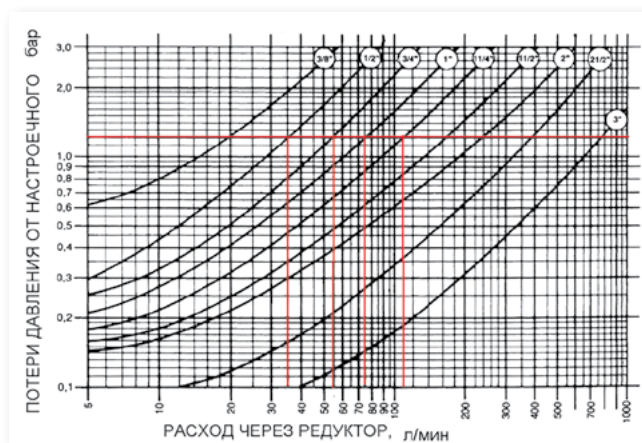

Рис. 14
2. падение давления от настроечного на редукторе при расчетном расходе не должно быть более 1,2 бара. Здесь уместно напомнить, что «настроечным» считается давление, на которое настраивается регулятор при отсутствии расхода через него. Появление малейшего расхода приводит к снижению давления на выходе по отношению к настроечному. Графики падения давления приводятся в технических паспортах на редукторы (см. рис. 14).
По графику, приведенному на рис. 14, видно, что максимальный расход по второму условию через редуктор VT.087 1/2" составляет 35 л/мин, или 0,58 л/с. Таким образом, для большинства редукторов выполнение первого условия гарантирует выполнение второго;